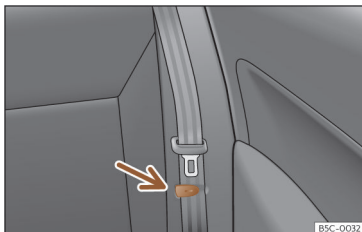

Fig. 113 Asiento trasero: pinza para sujetar el cinturón de seguridad.
- Coloque los cinturones de seguridad laterales en la pinza del revestimiento»» **fig. 113**.